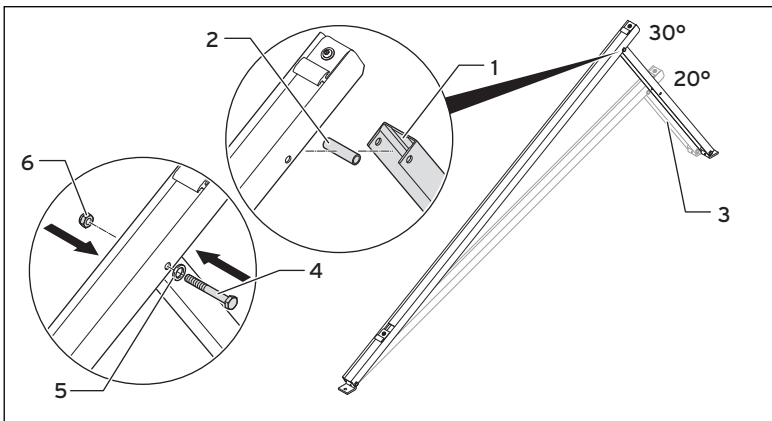

Abb. 5.10 Gestelle zusammenbauen
- Ziehen Sie die Schrauben der Füße (5) fest.
- Ziehen Sie die Schraube an der Stellschiene (→ Abb. 5.10, Pos. 4) fest.